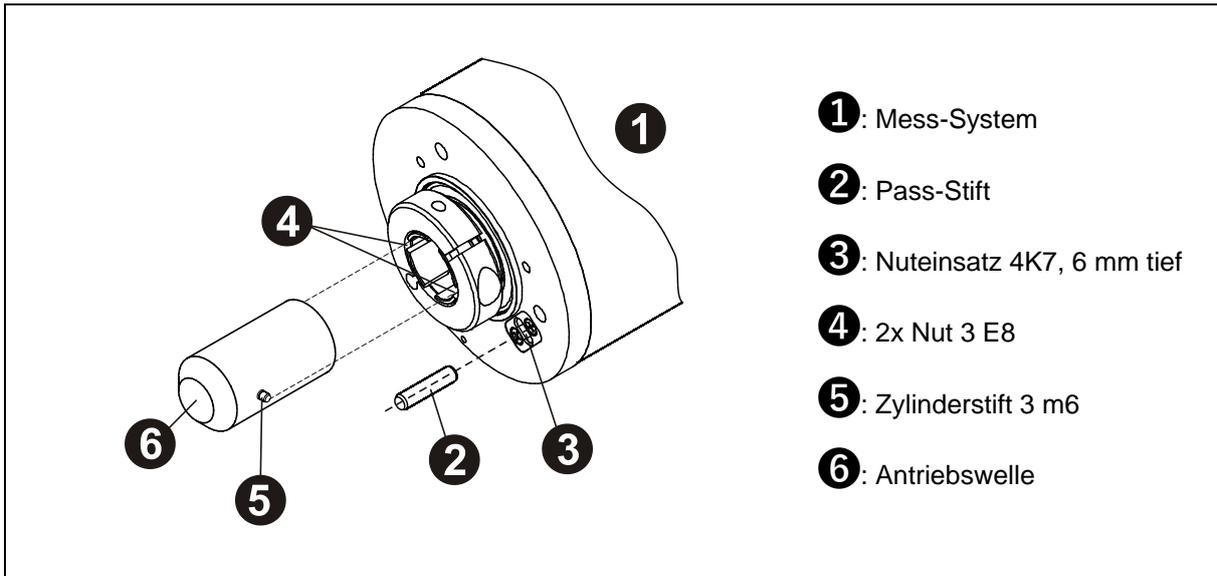

Abbildung 11: Formschluss
- Radiales Verrutschen (Schlupf) des Mess-Systems auf der Antriebswelle ist mittels Formschluss durch den Einsatz einer Zylinderstift- / Nut-Kombination zu verhindern, die Fixierung des Mess-Systems ist über einen Pass-Stift auf der Antriebsseite vorzunehmen, siehe Abbildung 11. Der Pass-Stift muss mindestens 4 mm in den Nuteinsatz hineinragen.